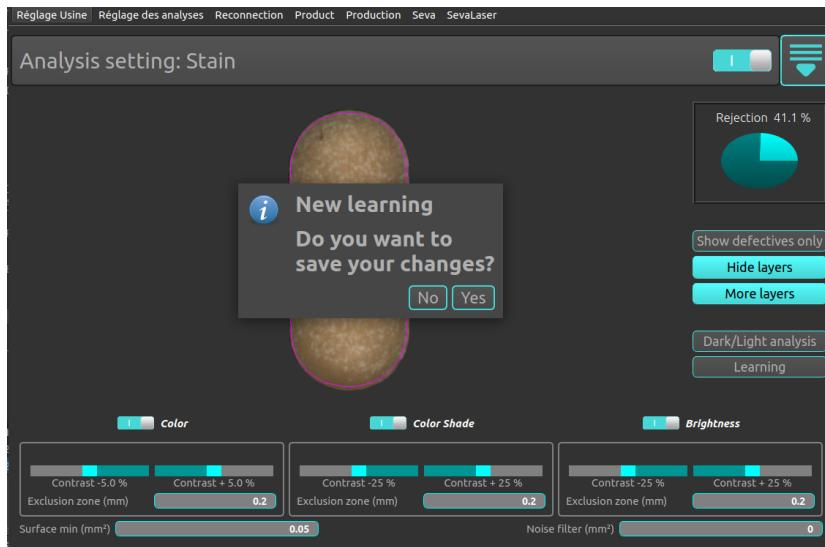

FIGURE 11.2 – Confirmation du learning pour l'analyse Taches
- Cliquer sur “Oui” de la fenêtre de confirmation, voir fig. 11.2.